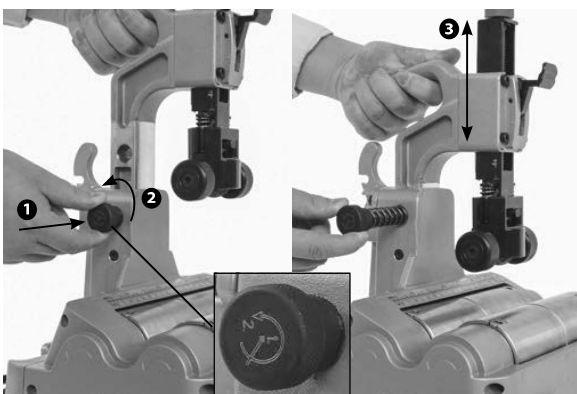

Abbildung 6 – Schalter für Schnellverstellung der Rohrgröße
1. Achten Sie darauf, dass sich kein Rohr im Rohrabschneider befindet, greifen Sie den Griff und lösen Sie den Stift, indem Sie den Knopf ① leicht eindrücken und leicht gegen den Uhrzeigersinn drehen ②. Der Drehknopf ist federbelastet und zieht sich zurück, kontrollieren Sie die Bewegung des Drehknopfes. (Siehe Abbildung 6).
2. Bewegen Sie mittels des Griffs den Kopf in die gewünschte Position ③.